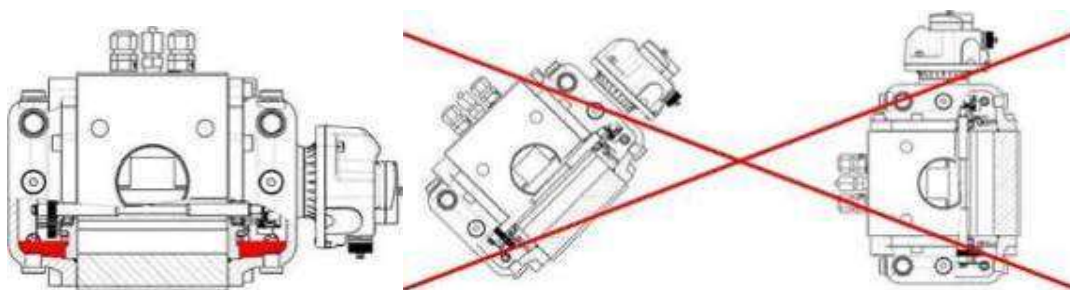

Рисунок 6 Расположение счетчика при монтаже
3.4.4 Оси роторов счетчика должны быть в горизонтальном положении, максимальный допустимый наклон оси $\pm 5^\circ$ ($\pm 0,5^\circ$ для счетчиков с Ду 40) (рисунок 6).